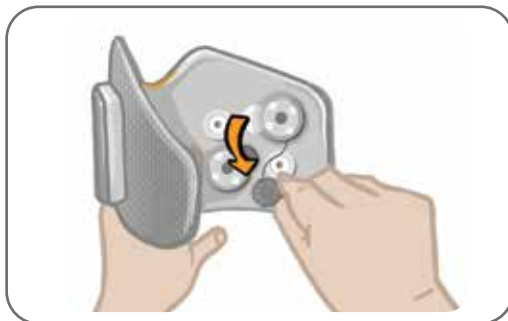

Figure 8-8 : Retrait des bases d'électrodes usagées
3. Déconnectez les pressions des bases d'électrodes des prises. Reportez-vous à la figure 8-8.
4. Retirez les bases d'électrodes usagées de la jambièrre. Reportez-vous à la figure 8-8.